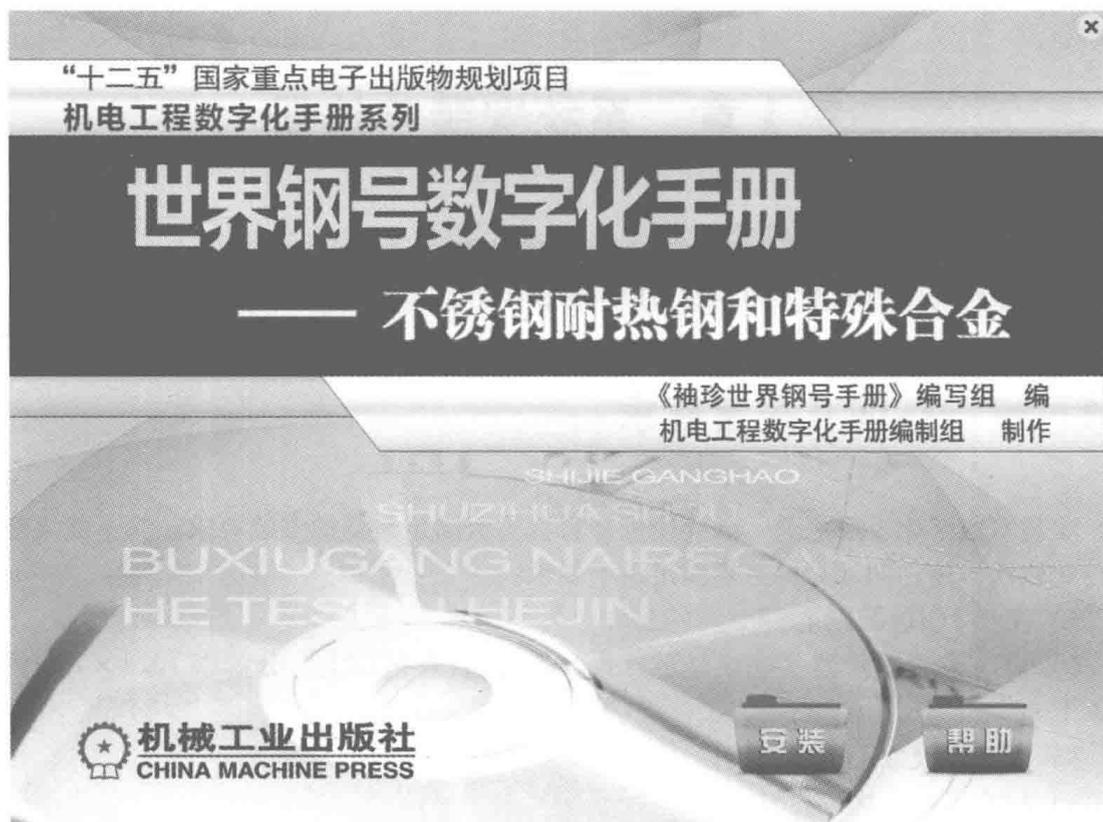

图 1-1 初始界面
- 2) 光盘自动运行，显示初始界面（见图 1-1），单击“安装”按钮即可进行安装。
如果本光盘无法在用户的计算机上自动运行，请打开本光盘的根目录，单击  setup 图标，运行 setup 文件；或单击  图标，返回初始界面（见图 1-1），单击“安装”按钮进行安装。